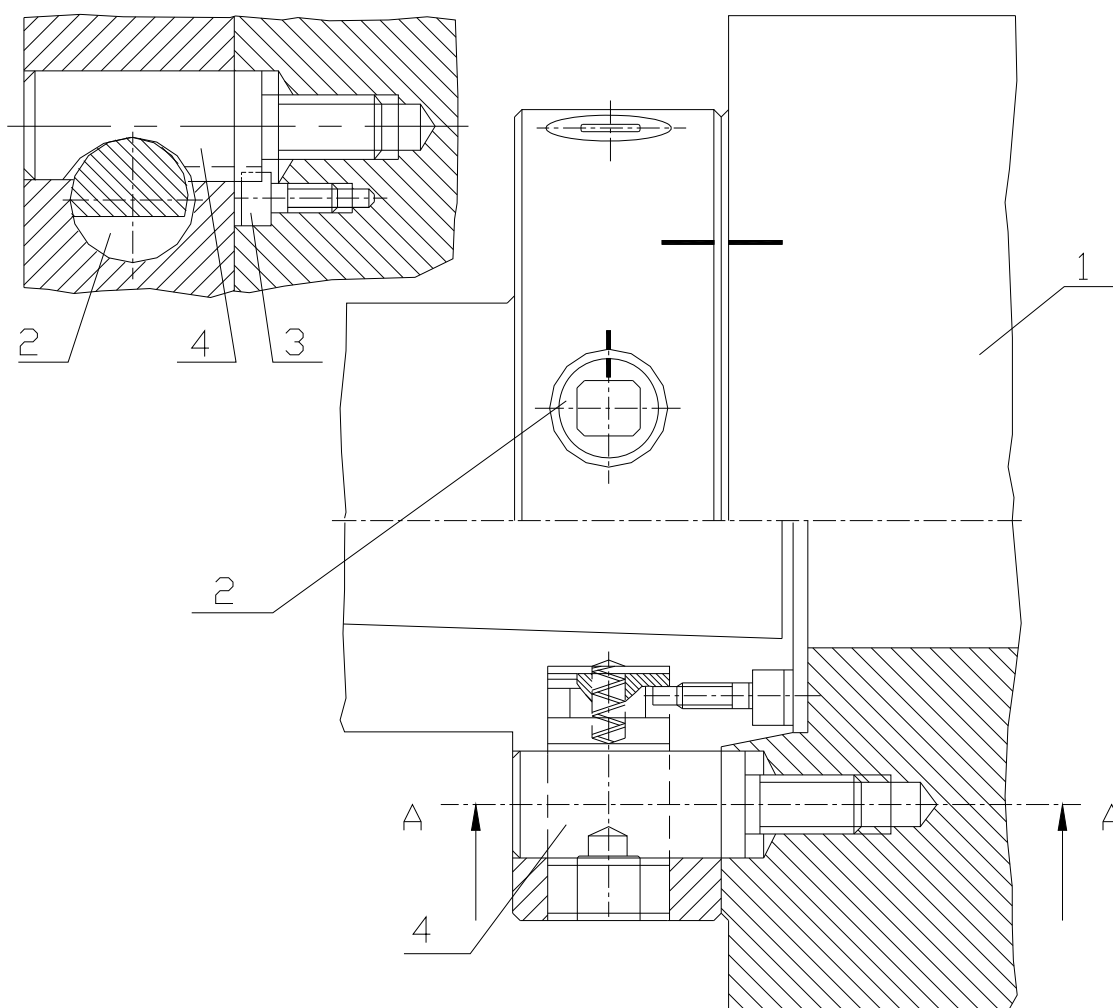

Рис. 4-14
4.7.2 УСТАНОВКА ЗАЖИМНОГО УСТРОЙСТВА НА ПЕРЕДНИЙ КОНЕЦ ШПИНДЕЛЯ СОГЛАСНО USAS B-5.9-D1/ISO702-II (CAMLOCK), рис.4-14.